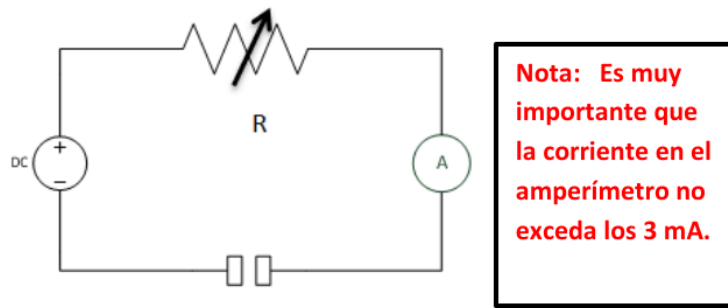

Figura 4: Esquema del circuito.
6. Conecte en serie la resistencia, la fuente d. c, el amperímetro y el montaje de los pernos, tal como se muestra en la figura 4 (pida a su instructor que revise el circuito).